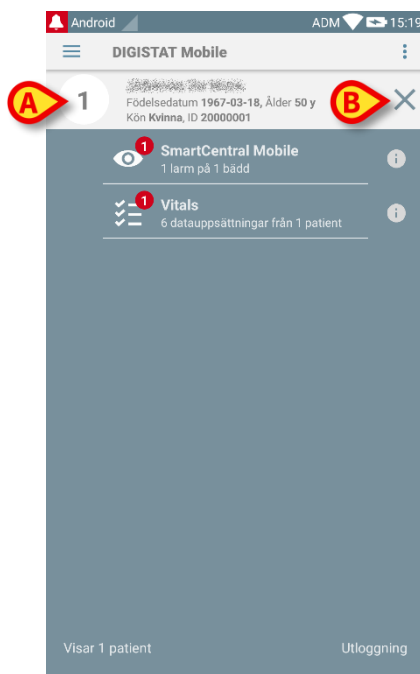

Fig. 30
Patienten väljs på detta sätt (Fig. 30).
Patientdata står upptill på sidan (Fig. 30 **A**). Samtliga data i DIGISTAT® Mobile modulerna filtreras nu på patient (d.v.s. endast den valda patientens larm/meddelanden visas).
- Tryck på kryssset i Fig. 30 **B** för att välja bort patienten och gå tillbaka till läge Alla patienter.
Patienten väljs på detta sätt. Skärmbilden som visas i Fig. 30 (exempel) visas.
Patienten väljs på detta sätt. Skärmbilden som visas i Fig. 30 visas.